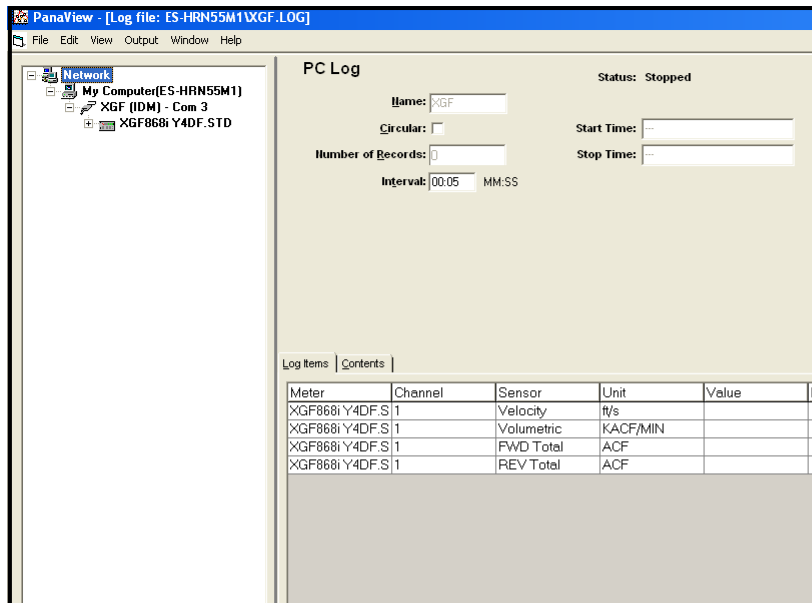

Figura 18: Janela PC Log (Registro do PC)
6. Na janela *PC Log* (Registro do PC) resultante mostrada na *Figura 18* abaixo, marque a caixa de texto para criar um *registro circular* ou deixe esta caixa vazia para criar um registro linear.
7. Insira um *intervalo* de amostragem na caixa de texto mostrada na *Figura 18* acima.